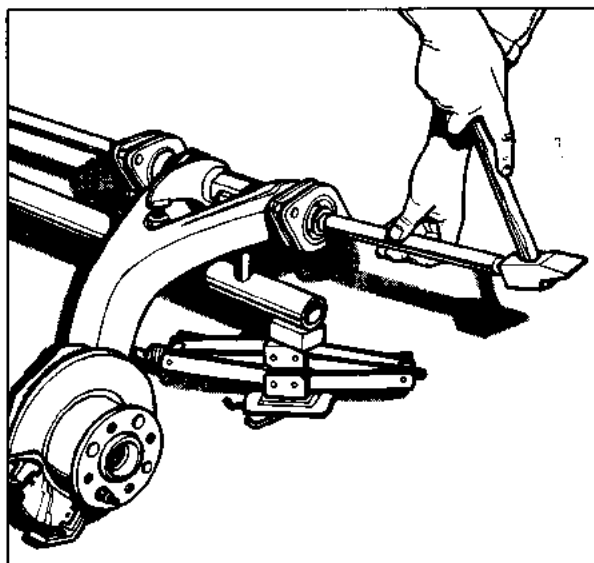

Fig. 15
- Tik één van de torsiestaven m.b.v. een bronzen drevel zo ver naar binnen tot de zeskant op het uiteinde van de tegenoverliggende torsiestaf vrij komt (fig. 15 en 16).